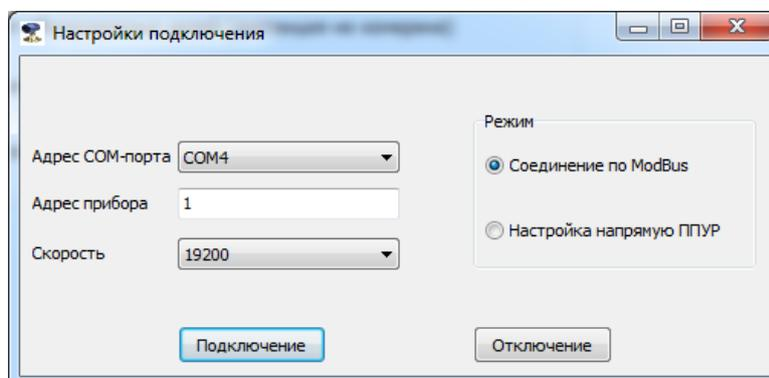

Рис.13. Настройки подключения.
5.1.2. Запустить на ПК программу «Монитор Взлет РУ». Появится окно «Настройки подключения» (рис.13), в котором необходимо установить:
В этом случае следует нажать кнопку «Отключение» (закреть канал связи) в окне «Настройки подключения» (рис.13), проверить электрические подключения к ПК и уровнемеру, а также корректность значений параметров связи. Особое внимание обратить на параметры: **Адрес СОМ-порта**, **Адрес прибора**, **Скорость**.